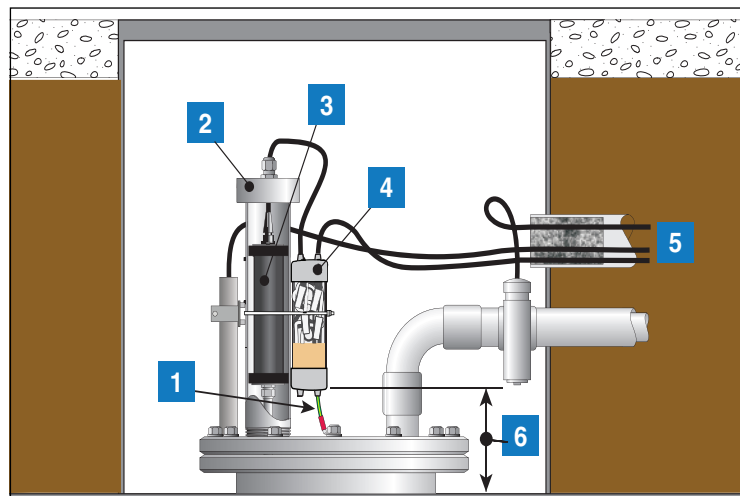

Figura 9. Ejemplo de instalación del tubo ascendente de una sonda Mag con estabilizador
**LEYENDA PARA LOS CUADROS NUMERADOS DE LA Figura 9**